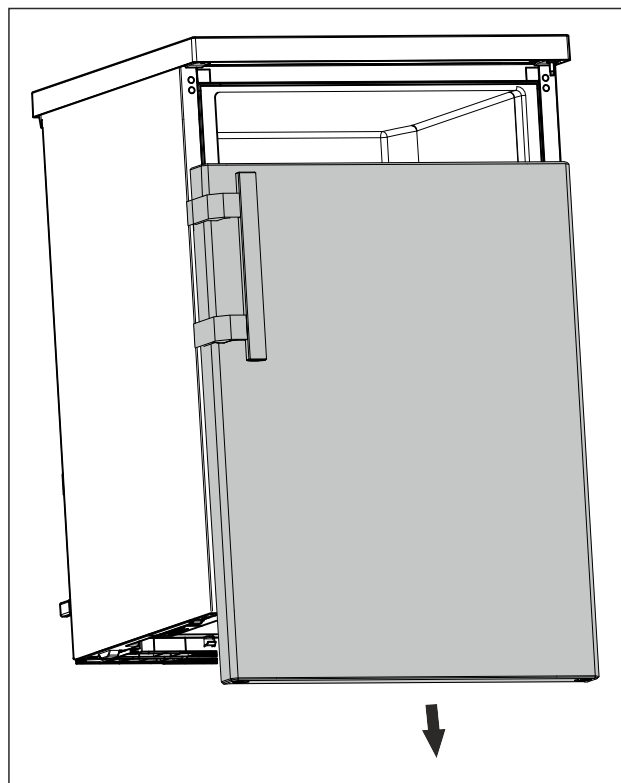

Fig. 9
- ▶ Vrata snemite navzdol. (glejte Fig. 9)